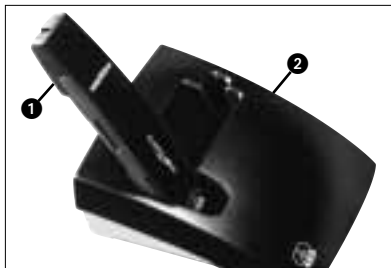

Fig. 3 : Recharge de l'accu à l'aide du chargeur optionnel CU 40
Voir Fig. 3:
Pour recharger l'accu il suffit d'introduire l'émetteur (1) dans le chargeur optionnel CU 40 (2) comme indiqué à la Fig. 3. Pour plus de détails, veuillez consulter le mode d'emploi du chargeur CU 40.